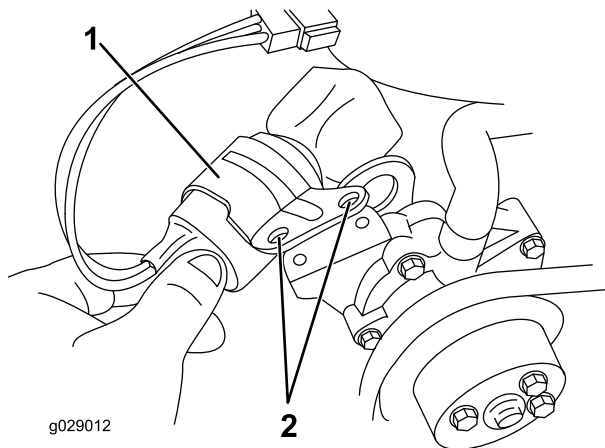

図 11
2. ボルト2本を使って新しい燃料ストップソレノイドを 仮止め する 図 11。